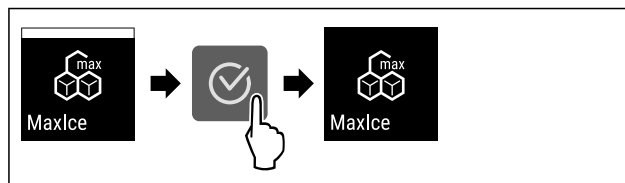

Fig. 23
- ▶ Provedte akční kroky (viz Fig. 23).